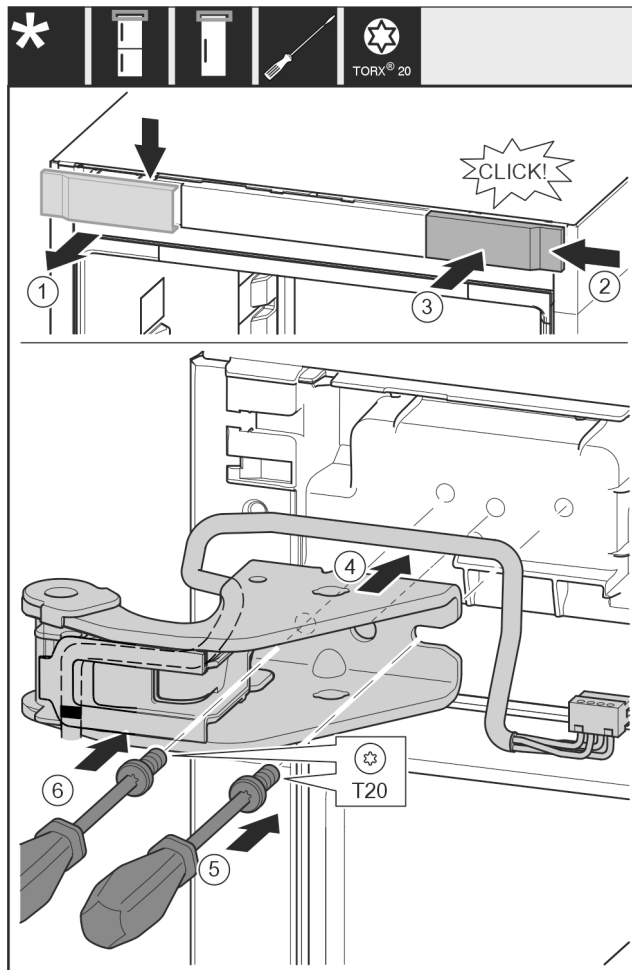

Fig. 22
- ▶ Свалете капака от горе напред. Fig. 22 (1)
- ▶ Закачете капака, завъртян на 180°, от другата страна отдясно. Fig. 22 (2)
- ▶ Фиксирайте капака. Fig. 22 (3)
- ▶ Поставете горната лагерна стойка. Fig. 22 (4)
- ▶ С отвертка T20 поставете винта и го затегнете. Fig. 22 (5)
- ▶ С отвертка T20 вкарайте винта и го затегнете. Fig. 22 (6)